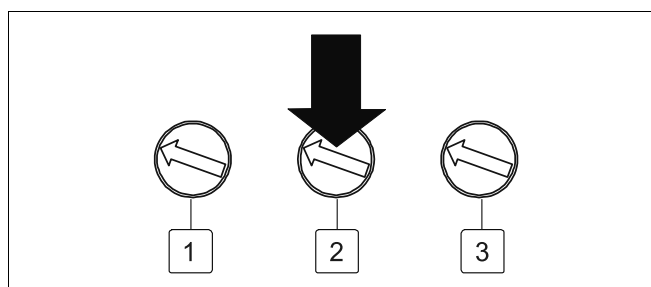

Fig. 39 Reglarea puterii minime a cazanului
- Rotiți de potențiometru 2 (Fig. 39) de pe panoul de comandă și citiți presiunea minimă a duzei gazelor.